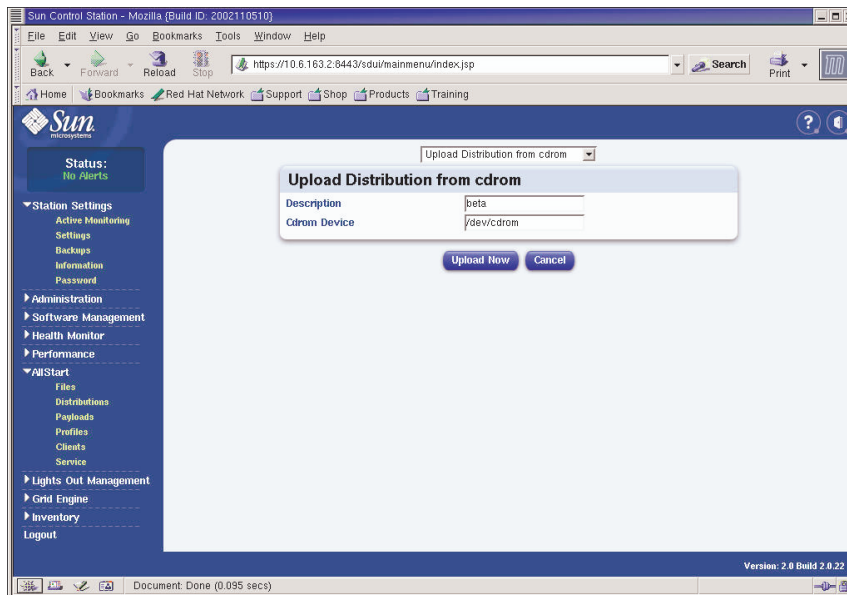

FIGURE 2-4 Fenêtre Upload Distribution From CDROM
3. Remplissez les champs de la fenêtre Upload Distribution From CDROM pour créer une description unique de la distribution. Voir l'exemple de la FIGURE 2-4.